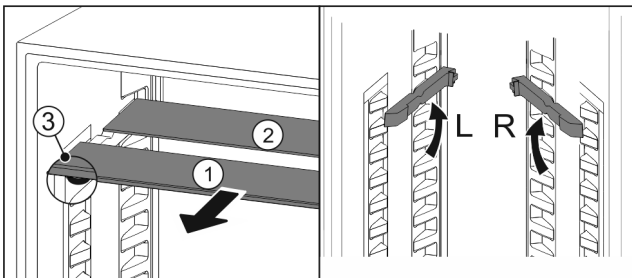

Fig. 84
- ▶ Glasplatten einzeln nach vorne herausziehen Fig. 84 (1).
- ▶ Glasplatte Fig. 84 (1) mit Zierleiste liegt vorne.
- ▶ Stopps Fig. 84 (3) zeigen nach unten.